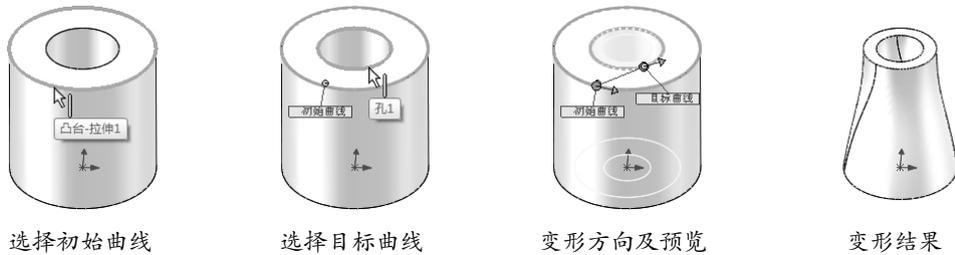

图 3-17
- “曲线到曲线”变形：“曲线到曲线”变形是改变复杂形状的更为精确方法。通过将几何体从初始曲线（可以是曲线、边线、剖面曲线或草图曲线组等）映射到目标曲线组，可以变形对象，如图 3-17 所示。